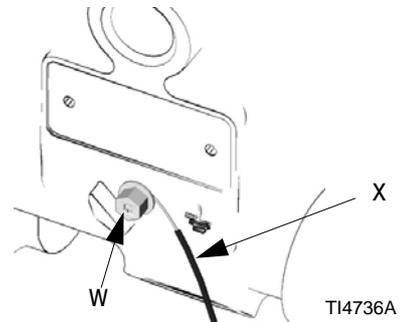

FIG. 1: Conexión del cable de conexión a tierra
- Bomba:** Conecte un cable a tierra y sujételo como se muestra en la FIG. 1. Afloje el tornillo de conexión a tierra (W). Inserte un extremo de un cable de conexión a tierra de calibre 12 AWG (1,5 mm²) o más grueso (X) detrás del tornillo de conexión a tierra y apriete firmemente el tornillo. Conecte el extremo con abrazadera del cable de tierra a una toma de tierra fiable. Pida el cable de tierra y la abrazadera, número de pieza 222011.